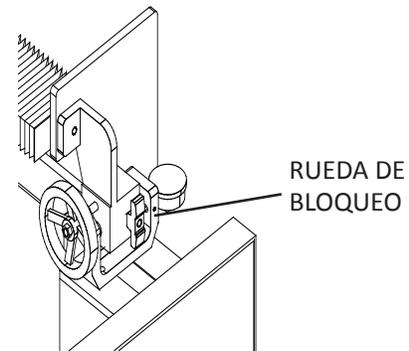

FIG. 19
2. Compruebe el ajustador del lado derecho. El indicador del medidor debe leer 0,500. De lo contrario, afloje la perilla de bloqueo y ajuste el volante hasta que el indicador del medidor lea 0,500 y apriete la perilla de bloqueo. Véase la FIG. 19.